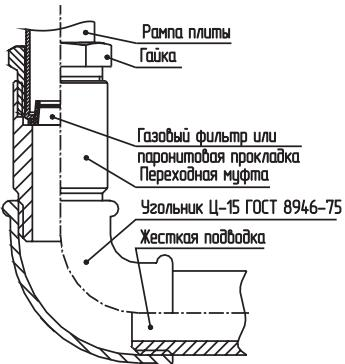

рис. 2
- Жесткое подсоединение к газовому стояку (рис. 2) производится с помощью переходной муфты (в комплект поставки не входит).